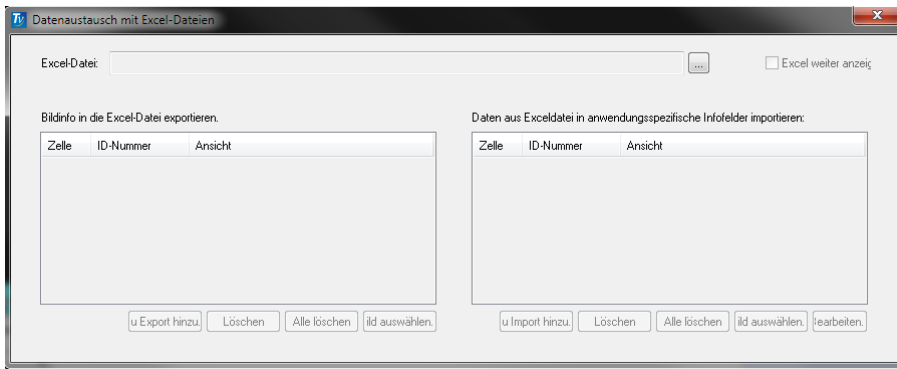

Abbildung 10-11 Dialogfeld Datenaustausch mit Excel-Dateien
4. Im Dialogfeld **Datenaustausch mit Excel-Dateien** (siehe Abbildung 10-11 auf Seite 478):